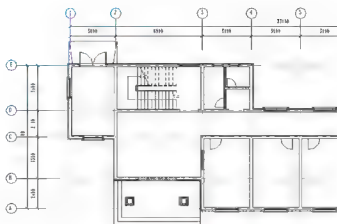

图 1.198 对齐标注
(1) 对齐标注。选择“注释”选项卡中的“对齐”命令，选择“××楼标注尺寸”类型，进行轴网对齐标注，单击需要标注的轴线，从左向右依次单击即可，选择下拉选项卡中的“参照墙面”选项，再单击需要注释的墙，即完成对齐标注（图1.198）。
(2) 线性标注。操作类似于对齐操作，注意选择对象时配合Tab键同时选按。
(3) 角度标注。选中“角度”命令后，以逆时针方向单击需标注角度的两条边线即可。
(4) 半径标注。选中“径向”命令后，单击圆周边线即可。